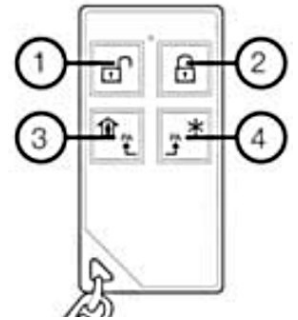

Figura 48. Llavero
2. **Llavero** – en primer lugar eliminar el registro previo simultáneamente apretar la tecla ② y ③ (Figura 48). Para la registración, apretar simultáneamente los botones ③ y ④;